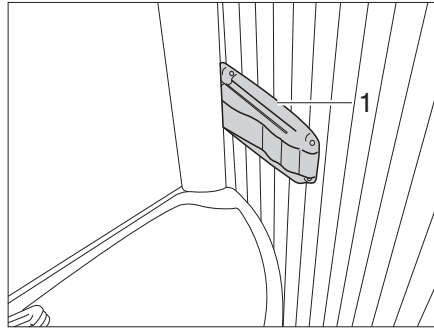

Fig. 239 Inodoro Vario, bloqueo de la pared de la ducha
- Apretar el bloqueo (Fig. 239,1), a la derecha, en el borde del lavabo y tirar levemente del lavabo. El lavabo se mueve con la pared dorsal hacia delante.